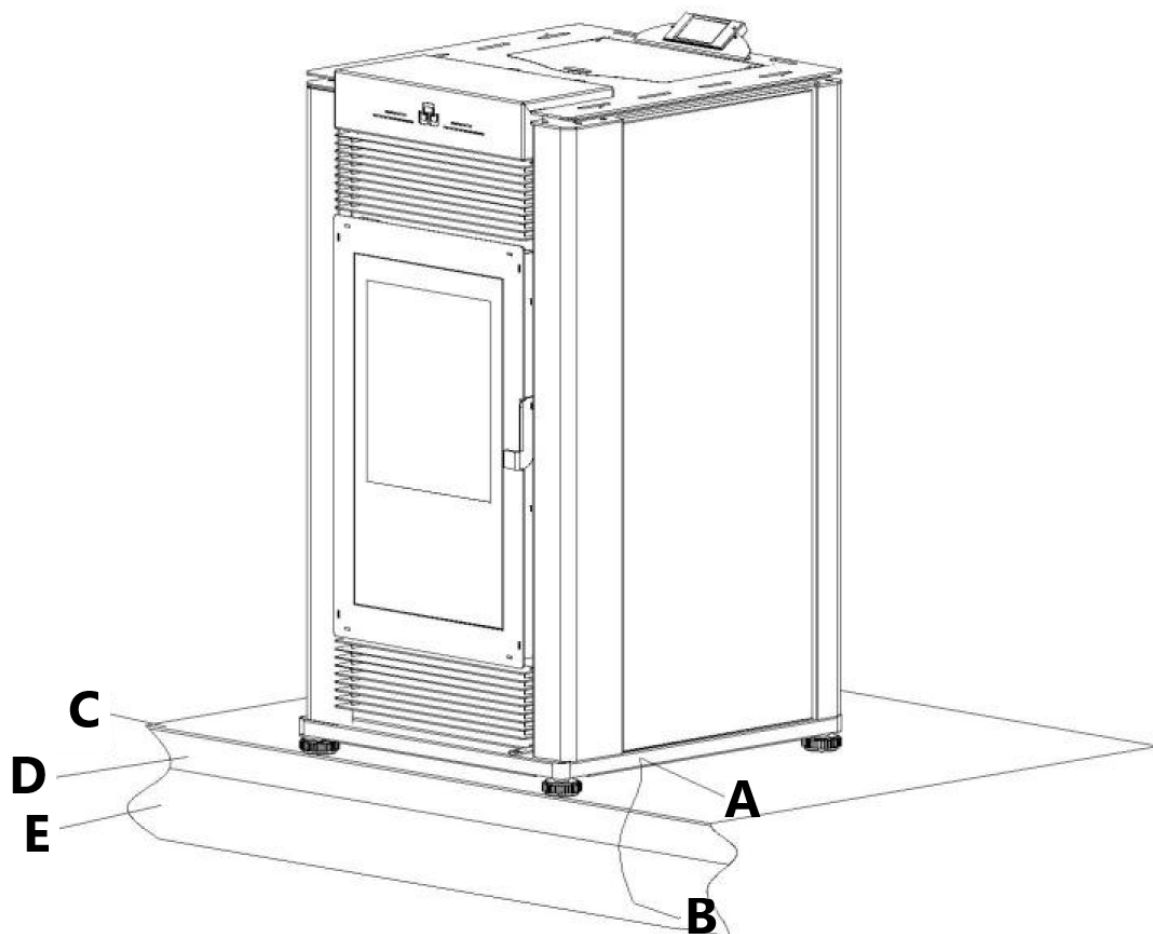

Figura 21
- Aparafuse permanentemente o recuperador ao chão. Utilize 4 parafusos [A] nos 4 furos colocados nos lados esquerdo e direito da placa de base conforme mostrado na figura 21.